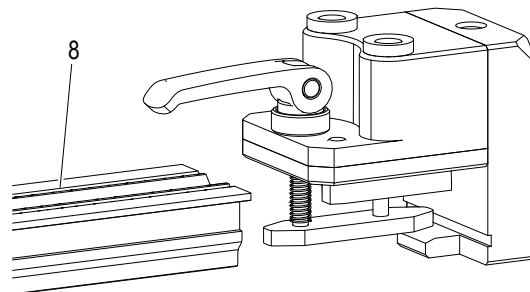

Abb. 105: Datenschiene (8) positionieren
→ Die 4 Bohrungen (5) in die Datenschiene bohren. Die Bohrungen werden während des Bohrvorgangs entgratet (siehe Abb. 105).